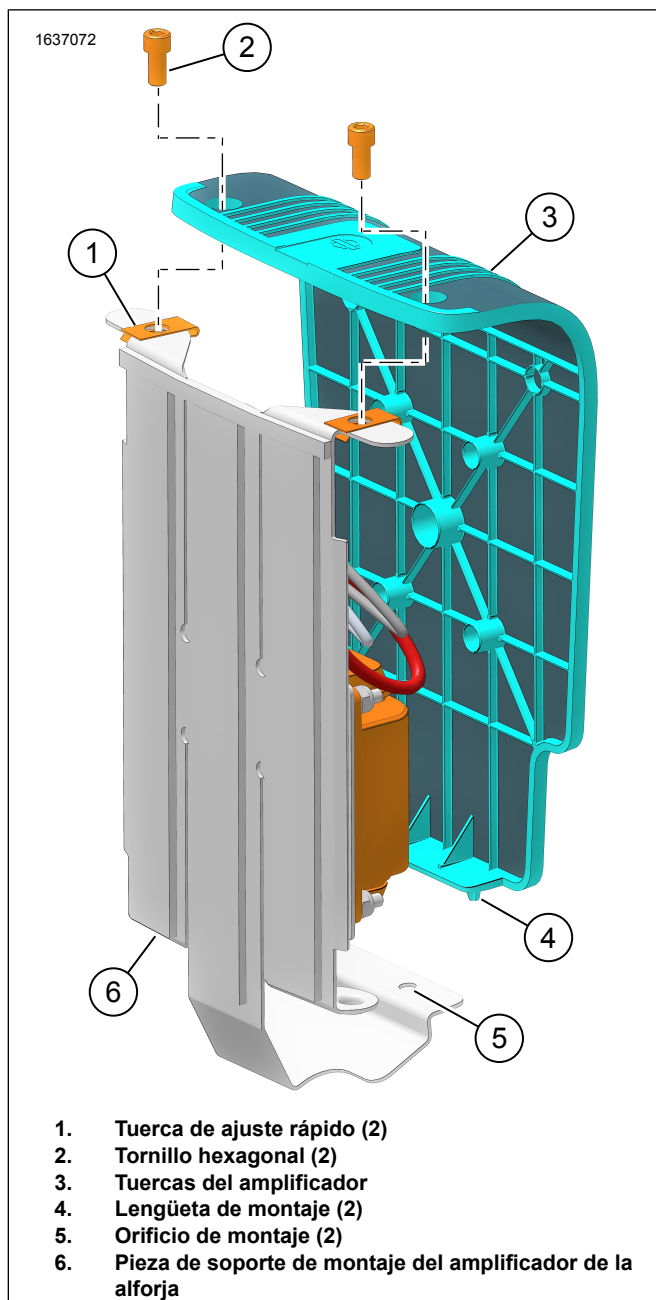

Figura 14. Cubierta del amplificador
17. Figura 14 Instale la cubierta del amplificador (3).
18. Instale los tornillos (2). Ajuste.